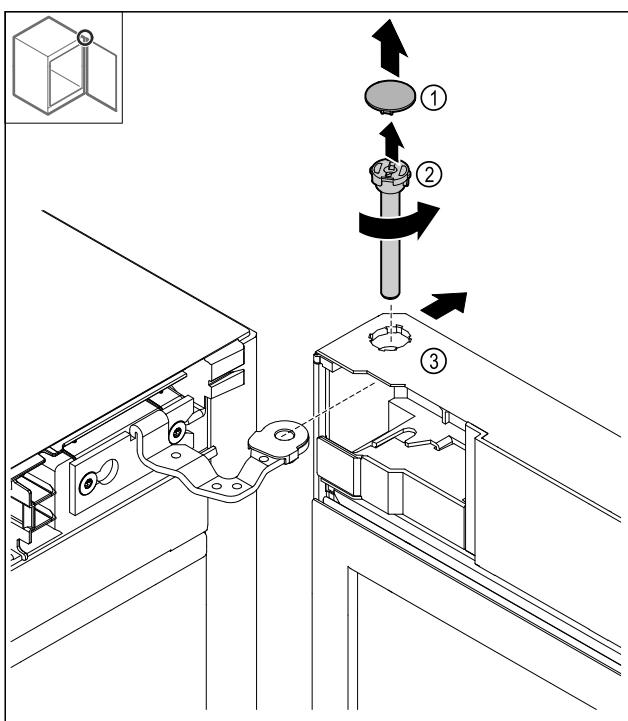

Fig. 18
- Свалете капака Fig. 18 (1).
- Развийте болта Fig. 18 (2) обратно на часовниковата стрелка и го изтеглете.
- Наклонете леко вратата Fig. 18 (3).